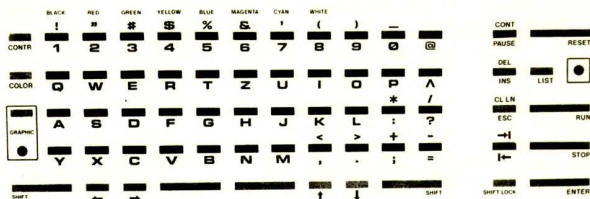

Bild 5
Die Tastatur (11) Ihres Heimcomputers besitzt 65 Tasten zur Eingabe von Buchstaben, Ziffern, Sonderzeichen, Grafiksymbolen und Sonderfunktionen, die schreibmaschinenähnlich angeordnet sind (Bild 5).
Wird die Taste **[SHIFT LOCK]** gedrückt, wird bei allen weiteren Eingaben das obere Tastensymbol wirksam. Durch ein weiteres Drücken von **[SHIFT LOCK]** wird wieder das untere Symbol gültig. Die unbeschrifteten Tasten in der unteren Tastenreihe sind Leertasten, auch SPACE-Tasten genannt (siehe Bild 5). Wird eine dieser Tasten betätigt, so wird ein Leerzeichen ausgegeben, und der Cursor rückt eine Position weiter.